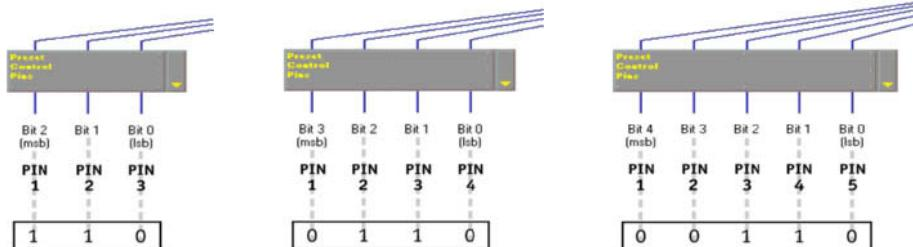

Abbildung 56 - Binäre Codierung von Preset Nr. 7 für drei, vier und fünf Pins
Das höchstwertigste Bit entspricht immer dem Pin 1 und das niedrigstwertigste Bit entspricht immer dem Pin mit der höchsten Nummer unter denjenigen, die für Preset-Steuerung verdrahtet wurden, wie unten in Abbildung 56 dargestellt.
**Hinweis:** Für genaue Preset-Umschaltung am Steuereingang muss die binäre Codierung für jedes Preset die gleiche Anzahl Bits enthalten, wie Steuerpins für Preset-Codierung verdrahtet wurden. Links vom Binärwert Nullen hinzufügen, bis die gleiche Anzahl von Ziffern wie verdrahtete Steuerpins für Preset-Codierung vorhanden sind, wie oben in Abbildung 56 dargestellt.